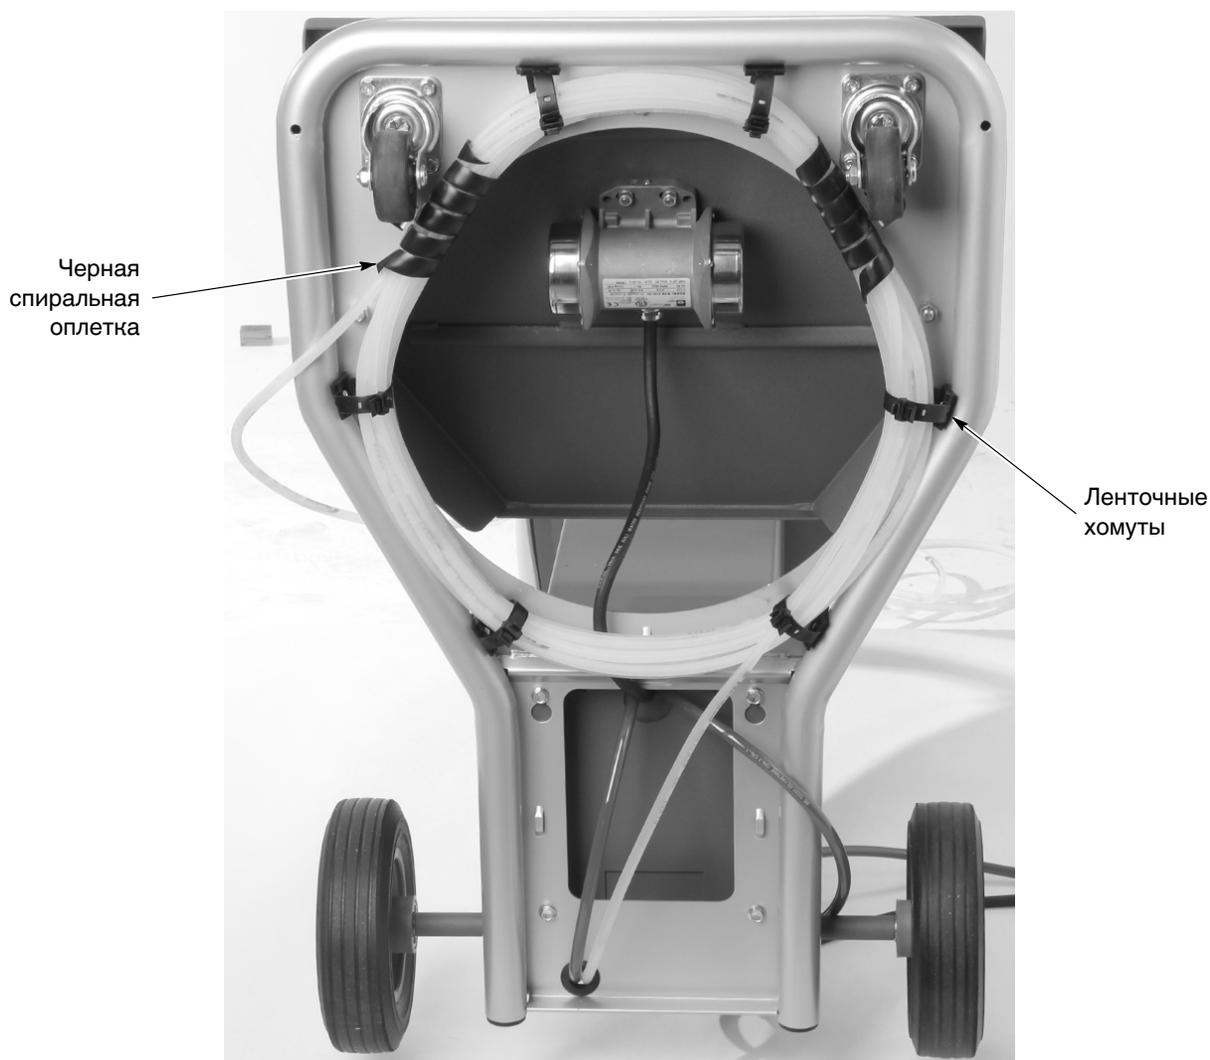

Рис. 3-6 Связывание в жгут шлангов (показано на передвижной системе)
**ПРИМЕЧАНИЕ:** См. рис. 3-6. Минимальная длина порошкового шланга 60 футов.
См. рис. 3-6. Связать кабель распылителя, пневмошланги и порошковый шланг в единый жгут, используя отрезки черной спиральной оплетки, прилагаемой к системе.